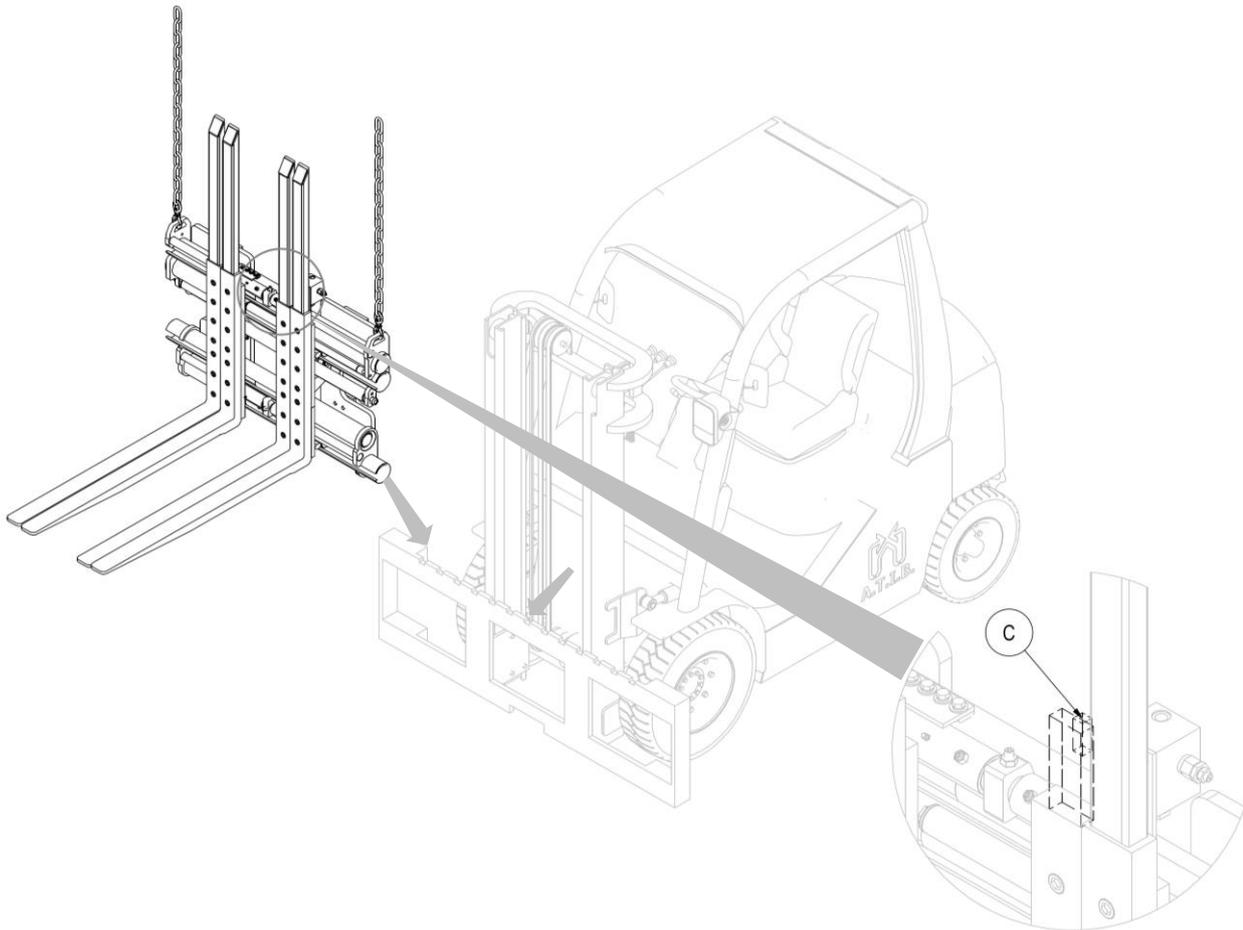

Figura 9
6. Enganche el equipo desde los puntos de agarre superiores y con un puente grúa de capacidad suficiente colóquelo sobre la placa porta horquillas, teniendo cuidado de encajar el diente de centrado **C** en la muesca central del mismo (mira *Figura 9*).
5. Levante el equipo de los travesaños superiores del mismo con un puente grúa de capacidad suficiente y retirelo de la carretilla (mira *Figura 5* y *Figura 9* en la pag. 13 y 17).